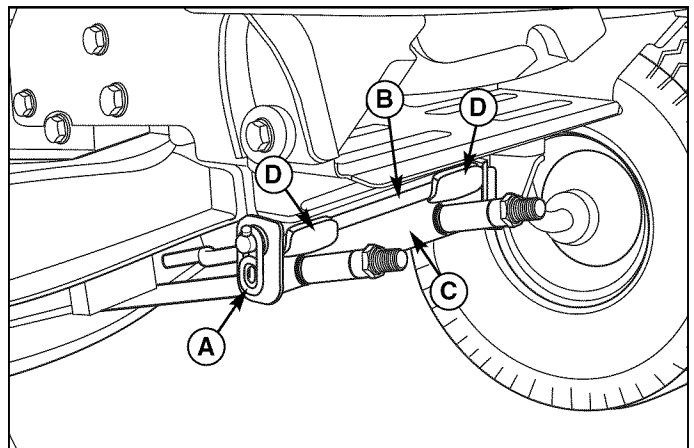

Figura 16. Enganche del cortacésped
6. Gire las ruedas hasta que queden rectas hacia adelante. Apoye el soporte colgante del cortacésped (C). Retire la pinza de seguridad (A, Figura 16) y la barra (B). Baje el soporte colgante del cortacésped (C).
3. Gire las ruedas hasta que queden rectas. Suba el soporte colgante del cortacésped (C, Figura 16). Introduzca la barra (B) en el soporte colgante del cortacésped (C) y los soportes del cortacésped (D). Sujete con la pinza de seguridad (A).